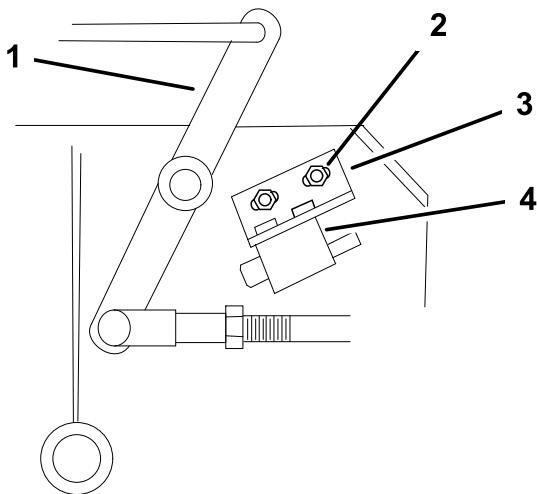

Figure 59
4. Au besoin, réglez le contacteur de sécurité des lames en desserrant les boulons de fixation du support du contacteur (Figure 59).
Remarque: Le levier coudé **ne doit pas** toucher le corps du contacteur, car celui-ci pourrait être endommagé (Figure 59).